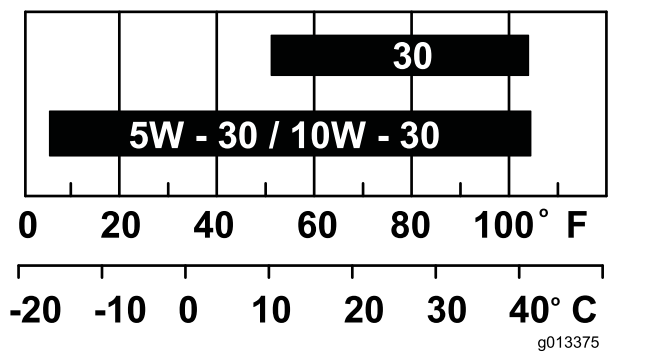

Figure 43
**Remarque:** Utilisez de l'huile SAE 10W-30 pour usage général. Vous pouvez utiliser les autres viscosités d'huile indiquées dans le tableau lorsque la température moyenne dans votre région correspond à la plage indiquée (Figure 43).